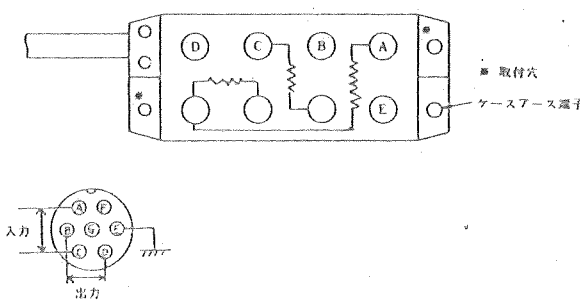

図 9
(1) 設置方法
- 固定する場合には図9に示す取付穴を利用してビス止めします。
(2) ブリッジボックスの結線
- コネクタの結線は図9に示すようにピン番号A, Cがブリッジ電源の供給で、B, Dが動ひずみ測定器への入力となります。